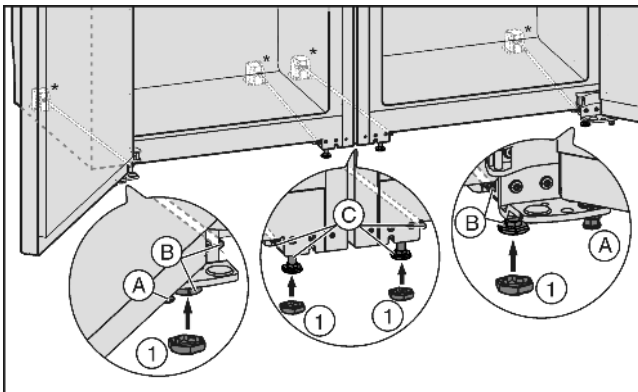

Fig. 4
- ▶ Ggf. Stellfüße Fig. 4 (A) vorn an beiden Geräten ganz eindrehen, so dass kein Bodenkontakt besteht.
- ▶ Kappen Fig. 4 (1) auf die vier vorderen Stellfüße stecken.
- Mittlere Stellfüße Fig. 4 (C) eindrehen, so dass kein Bodenkontakt besteht.
- Kombination über die äußeren Stellfüße Fig. 4 (B) ausrichten.
- Mittlere Stellfüße Fig. 4 (C) wieder absenken, bis sie den Boden berühren.
- Danach Tür abstützen: Stellfüße Fig. 4 (A) am Lagerbock absenken, bis sie auf dem Boden aufliegen, dann 90° weiter drehen.